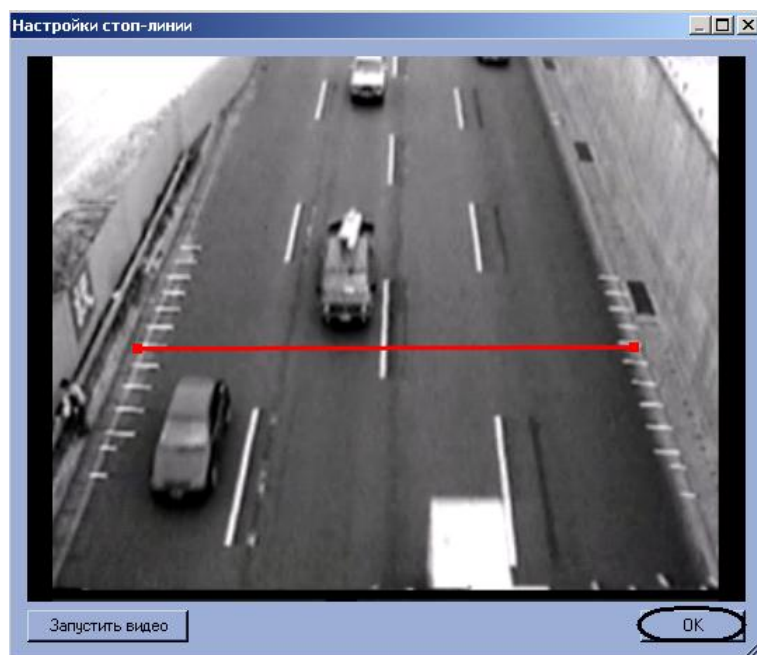

Рис. 7.2—32 Задание стоп-линии
- 4.3 Задать стоп-линию. Для этого требуется привести курсор мыши на один из краев дороги, нажать левую клавишу мыши и, не отпуская левой клавиши мыши, сместить курсор на другой край дороги в кадре видеоизображения (см. Рис. 7.2—32).